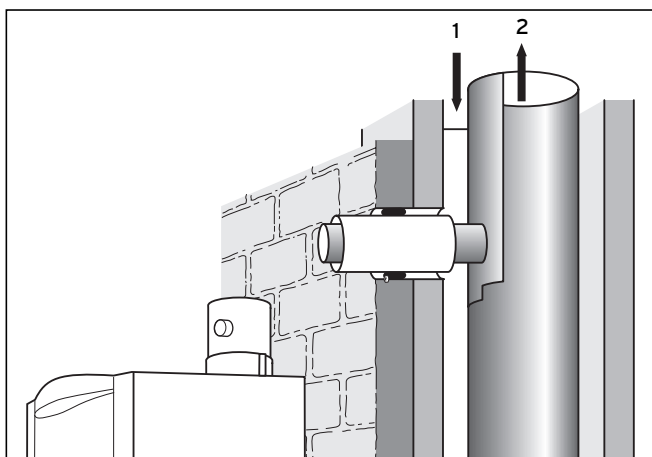

Fig. 4.7 Découpe du tuyau d'évacuation des fumées et installation du tuyau d'air
- Procédez à un raccordement sur le AEA1 conformément à la fig. 4.7.